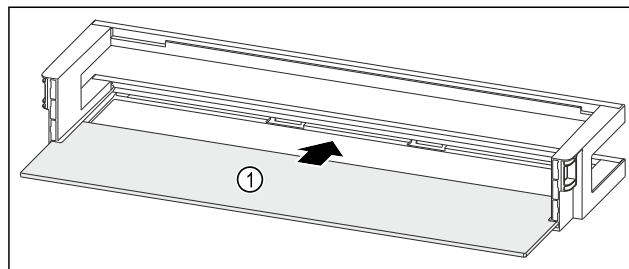

Fig. 94 Dveřní přihrádka s odkládací plochou
- ▶ Odkládací plochu Fig. 94 (1) zasuňte do bočních vybrání.